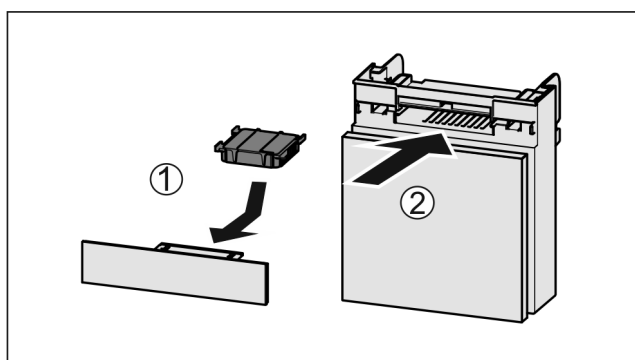

Fig. 120
- Filtr s aktivním uhlím vložte podle vyobrazení Fig. 120 (1).
- Zásuvku zasuňte Fig. 120 (2).